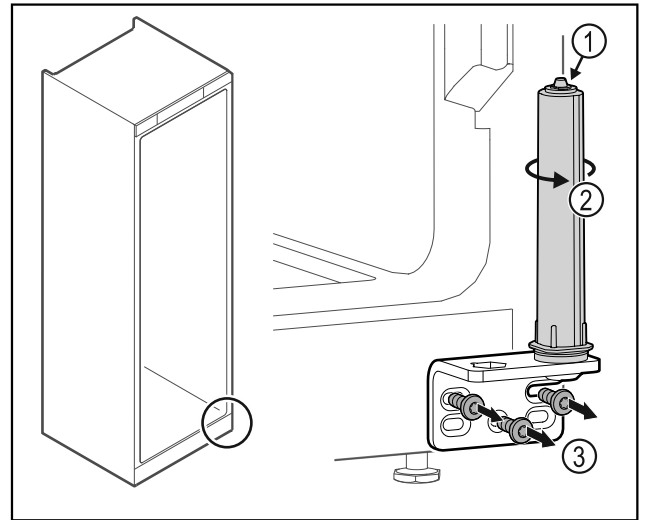

Fig. 39
- ▶ No desensamblar el sistema de cierre de la puerta Fig. 39 (1).
- ▶ Girar el sistema de cierre Fig. 39 (2) hasta que haga clic.
- ▶ Desatornillar la escuadra de bisagra Fig. 39 (3).